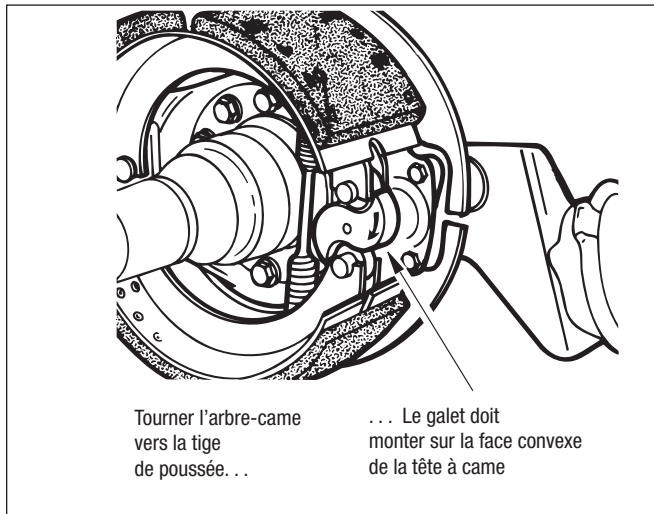

Figure 51 – Pose de l'arbre-came
2. À cette fin, faire tourner l'arbre vers la tige de poussée du récepteur et regarder si le galet commence à monter sur la face convexe de la tête à came. Cf. *Figure 51*.